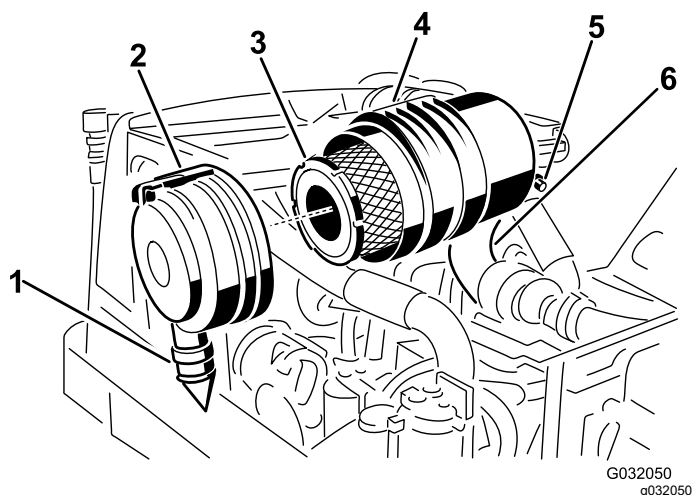

Figure 47
2. Déposez le préfiltre (Figure 47).
positions 5:00 et 7:00 heures vu de l'extrémité, puis verrouillez-le en place (Figure 47).
3. Remplacez le préfiltre (Figure 47).